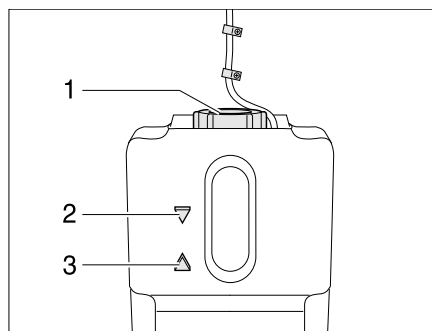

Fig. 158 Vase d'expansion pour le chauffage à eau chaude
- Contrôler si le liquide se trouve entre les marques "MIN" (Fig. 158,3) et "MAX" (Fig. 158,2) sur le vase d'expansion (Fig. 158).
- Ouvrir le bouchon du vase d'expansion (Fig. 158,1).